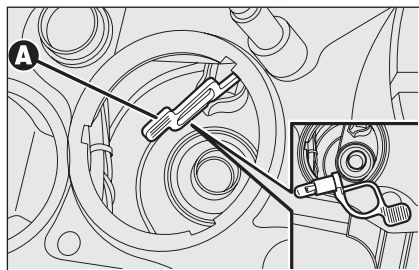

fig. 24
- ☐ agire sulla linguetta **A-fig. 24**, estrarre la lampada e sostituirla;